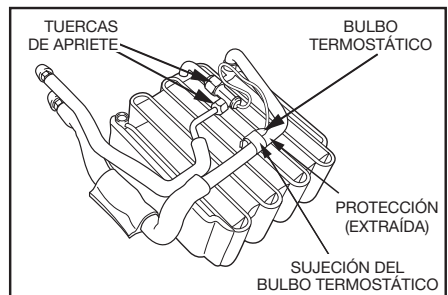

figura 4
3. Extraiga toda la protección alrededor del bulbo termostático y la sujeción (Ver figura 4).